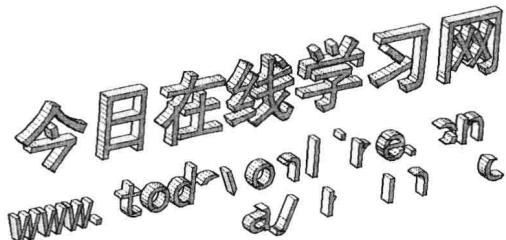

图 9-1-7
(9) 并集运算之后的汉字实体是一个独立的对象，而没有并集运算的英文字线曲线拉伸的实体是多个对象，可以自由移动其组件，如图9-1-7所示。